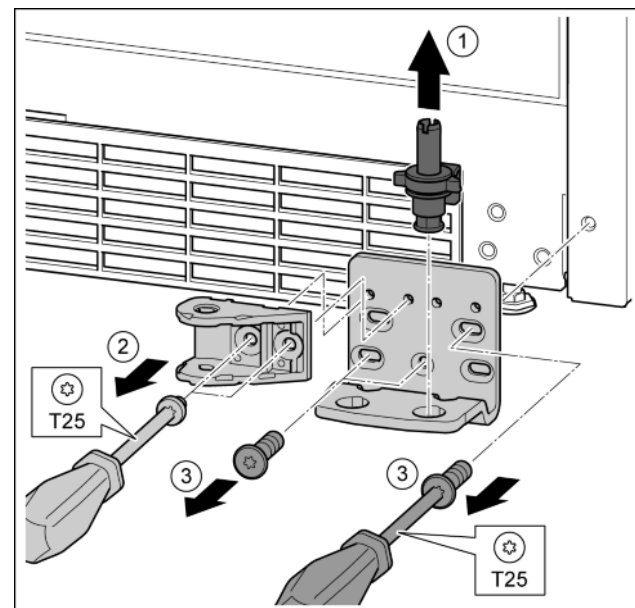

Fig. 31
- ▶ Опорный палец полностью извлечь движением вверх. Fig. 31 (1)
- ▶ Открутить винты отверткой T25 и снять соединительный элемент амортизатора закрывания дверей. Fig. 31 (2)
- ▶ Открутить винты отверткой T25 и снять опорный кронштейн. Fig. 31 (3)